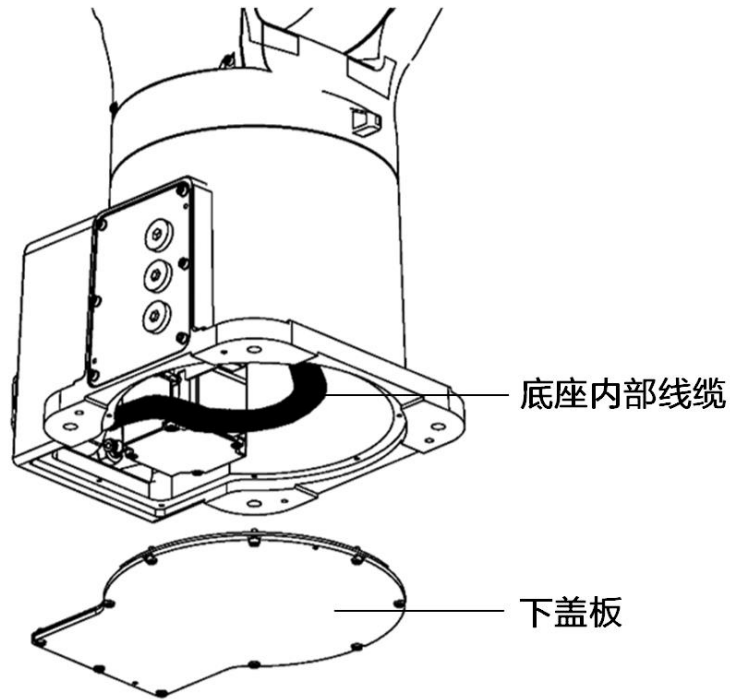

图 12-1 底座内部线缆检修
- 步骤1. 拆卸下盖板，如图 12-1 所示，可观察到底座内部线缆。